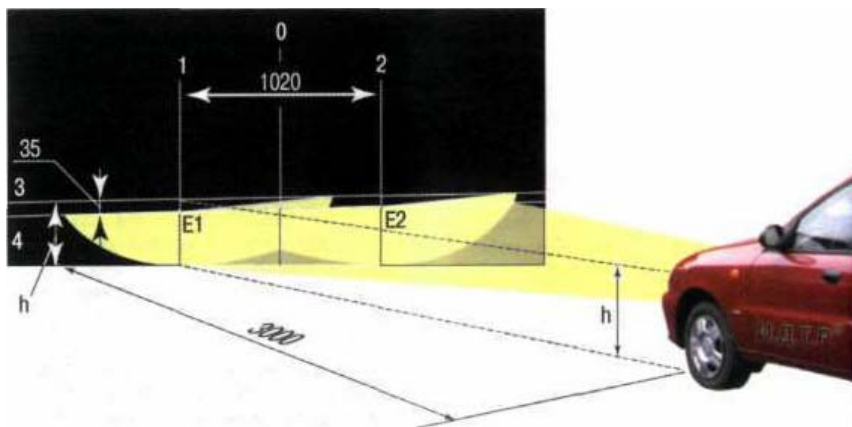

Рис. 4.6. Регулировка света
2. Установите автомобиль перпендикулярно гладкой стене (например, в гараже) на расстоянии 3 м. Положите на сиденье водителя дополнительный груз массой 75 кг. Разметьте на стене экран, как показано на рис. 4.6. Продольная плоскость симметрии автомобиля должна проходить по линии 0 на экране. Качните автомобиль сбоку, чтобы самоустановились пружины подвесок.
9. Фары считаются отрегулированными, когда верхние границы левых частей световых пятен совпадают с линией 4 (см. рис. 4.6), а вертикальные линии 1 и 2 проходят через точки E1 и E2 пересечения горизонтальных и наклонных участков световых пятен.